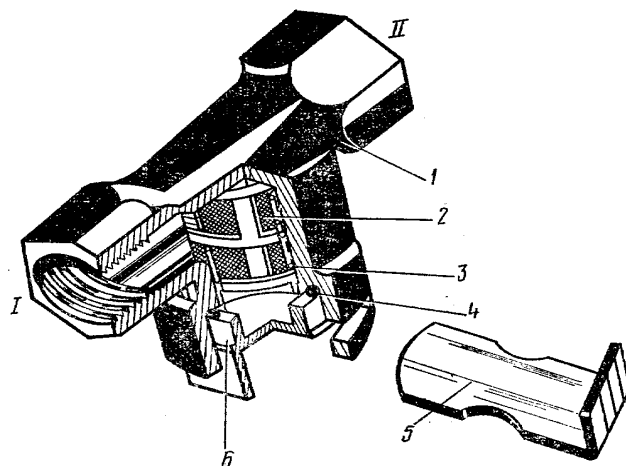

Рис. 12. Фильтр магистральный:
4.6.4. Фильтр магистральный (рис.12) предназначен для предохранения пневмосистемы прицепа от попадания грязи (пыли) через отцепленные соединительные головки. Сжатый воздух подводится через полость 1, через фильтрующий элемент 2 проходит в полость П и далее через воздухораспределитель в воздушный баллон прицепа.